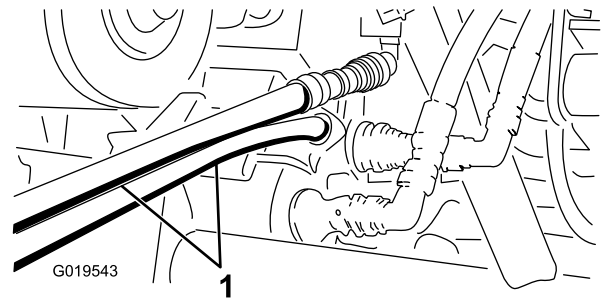

図 76
- 救援側のワークマンのカップラブラケットにまだついているカップラに、救援用ホースを接続する上のホースは上のカップラに、下のホースは下のカップラに接続する 図 76。